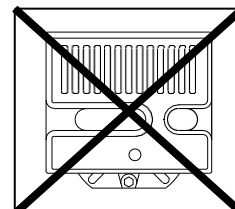

рис. 8
- ▶ модель (см. **A** на Рис. 8) и тип горелки (**B**);
-Горелка предназначена для работы только в положениях 1, 2, 3 и 4 (рис. 8).